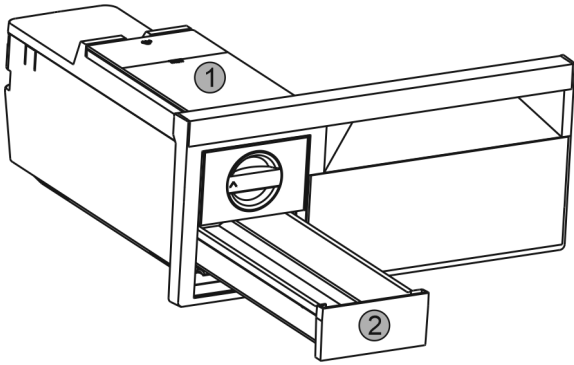

Fig. 37
- ▶ Wassertank Fig. 37 (1) und Eiswürfel-Schubfach Fig. 37 (2) entnehmen.